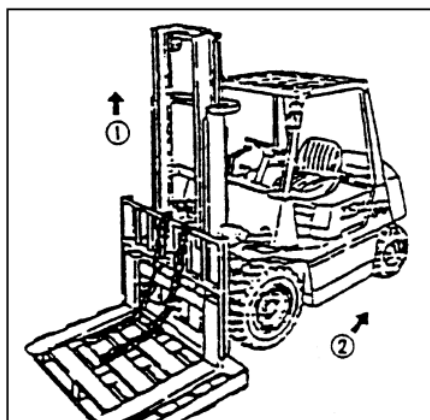

Рис. 8.5.
(1) Положить паллет на вилы и поставить погрузчик на ровную площадку.
(2) Опустить вилы с паллетом на землю.
(3) Снять верхнее соединение цепи и снять цепь с цепного колеса.
(4) Поднять внутреннюю мачту ((1) на Рис. 8.5).
(5) Убедившись, что каретка отсоединилась от внешней мачты, нужно подать погрузчик назад ((2) на Рис. 8.5).
(6) Заменить главный ролик.